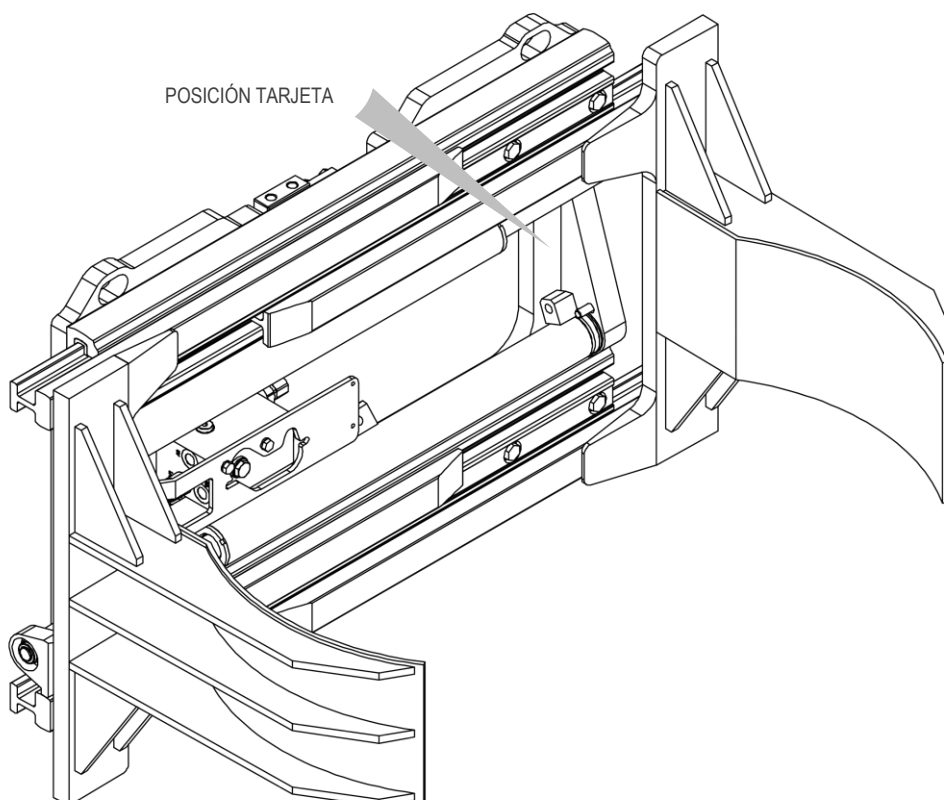

Figura 1
Todos los implementos A.T.I.B. - “PINZA PARA UNO O DOS BIDONES TIPO 474.160 | PINZA PARA DOS O CUATRO BIDONES TIPO 474.190” son identificados de una tarjeta adhesiva (mira *Tabla 1*) puesta sobre el implemento (mira *Figura 1* siempre referirse a la matricula).
5. Para la manipulación, utilice correas o cadenas del tamaño adecuado para el peso del implemento indicado en la tarjeta (mira *Figura 1* y *Tabla 1* a pag.6).
9. Conecte el circuito hidráulico; asegurándose de que la presión de trabajo de las tuberías sea superior o igual a la indicada en la tarjeta identificadora (mira *Figura 1* y la *Tabla 1* a pag.6).
6. Para la manipulación, utilice correas o cadenas del tamaño adecuado para el peso del implemento indicado en la tarjeta (mira *Figura 1* y la *Tabla 1* a pag.6).